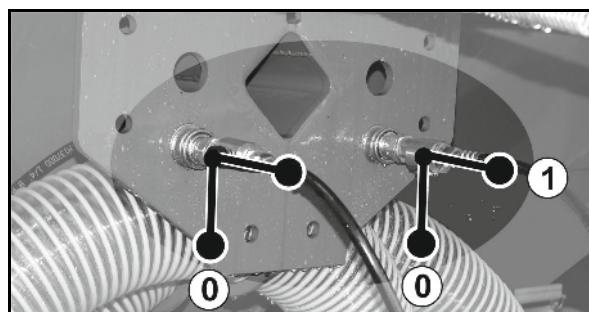

Рис. 106
- Откройте оба запорных крана "Складывание выравнивателя" (Рис. 106/1).